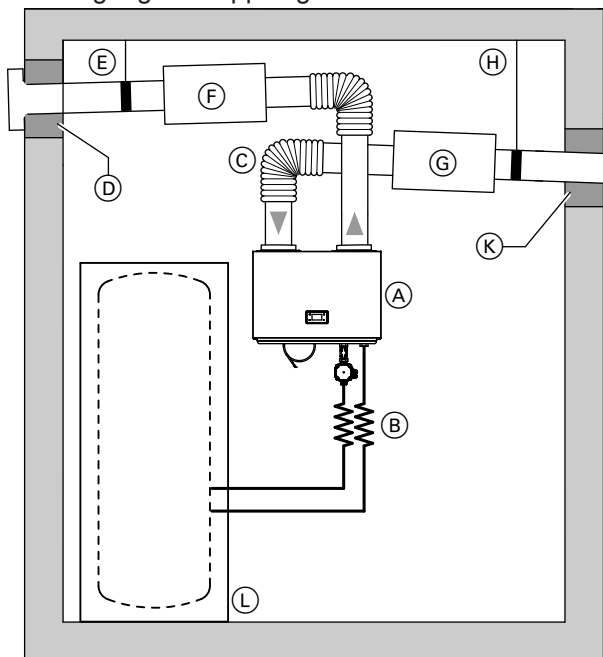

Abb. 13
- Leitungen, Wanddurchführungen und Anschlüsse an die Warmwasser-Wärmepumpe können zur Geräuschreduzierung schwingungsgedämpft ausgeführt werden. Siehe Abb. 13.